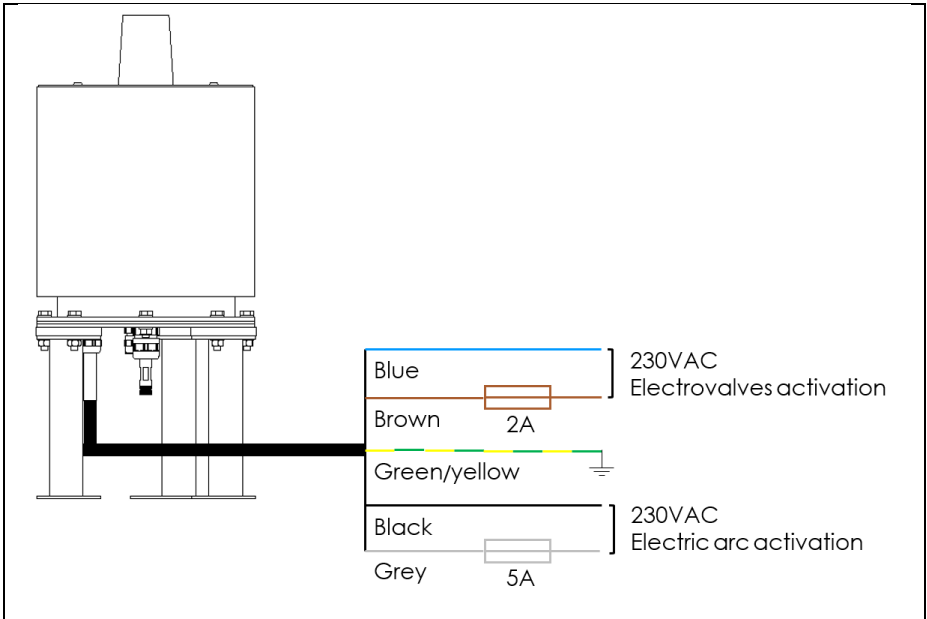

Fig. 2
Conectar el cableado eléctrico (5) al cuadro eléctrico: (Ver fig.2)